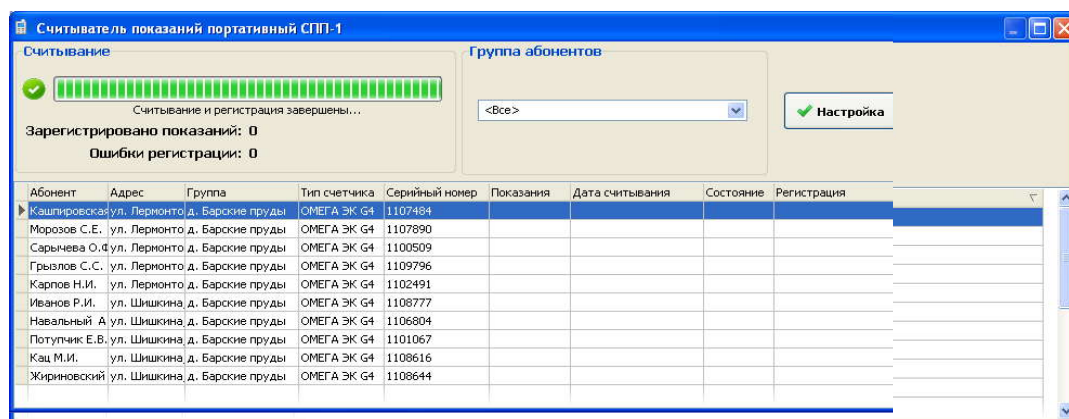

Рисунок 9 - Запись конфигурации в СПП-1
1. Подключите считыватель СПП-1 к компьютеру при помощи USB кабеля из комплекта поставки. При этом на компьютере должна быть запущена программа “Учет энергоресурсов”. Программа автоматически определит подключение СПП-1 и выполнит запись в него информации обо всех зарегистрированных абонентах и счетчиках (Рисунок 9). О завершении записи уведомит сообщение “Считывание и регистрация завершены...”. Если автоматического обнаружения не произошло, то в разделе “Абоненты” выберите пункт меню “Считать показания с СПП-1” .